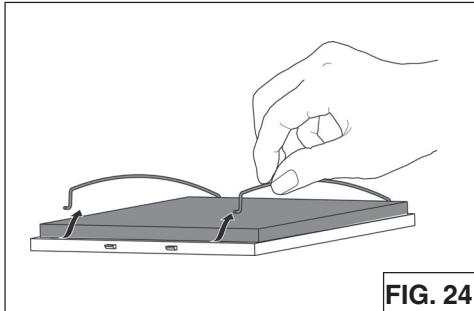

FIG. 24
1. Para instalar el filtro de carbón, coloque el panel de carbón en el interior del filtro de metal y colocar los 2 retenes de filtro para bloquear el filtro de carbón (Fig. 24).